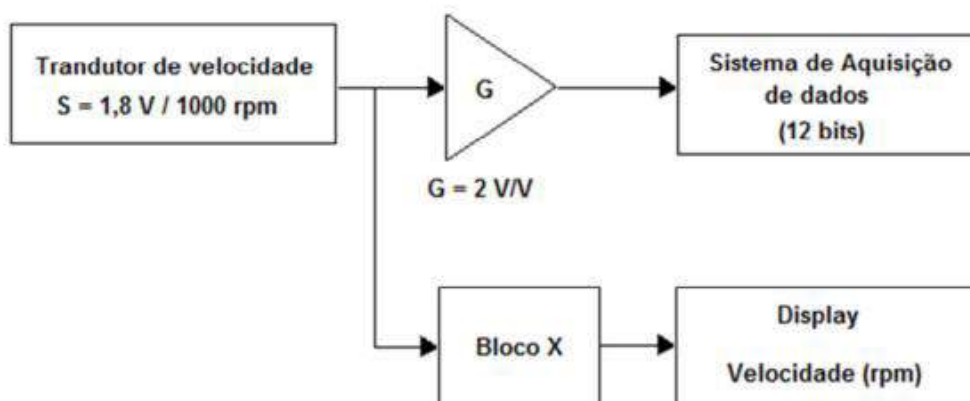

Figura 3
6. Considere o sistema de medição e visualização de velocidade representado na figura 3. O sistema de aquisição de dados integra uma carta de conversão A/D de 12 bits que possui as seguintes gamas de tensão de entrada: